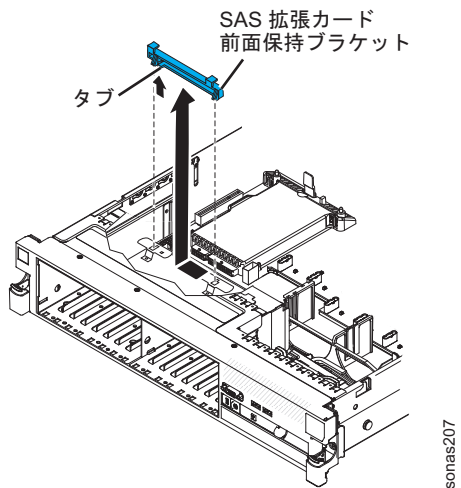

図 24. SAS コントローラー前面の保持ブラケット
- 1) SAS コントローラー前面の保持ブラケットをサーバーから取り外します。124 ページの図 24 を参照。